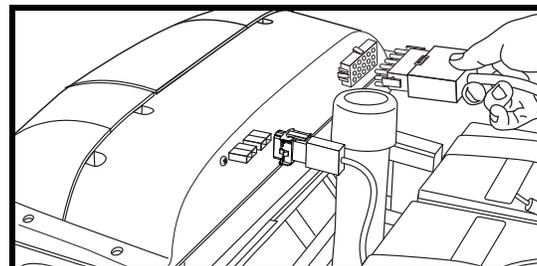

Figure 19. Connecteur du câble avant/arrière
6. Débranchez le câble gris qui relie la console du guidon au module électronique à l'arrière. **Voir la figure 19.**